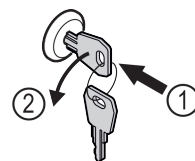

Fig. 181
- ▶ Πιέστε μέσα το κλειδί. Fig. 181 (1)
- ▶ Περιστρέψτε το κλειδί 90° αριστερόστροφα. Fig. 181 (2)